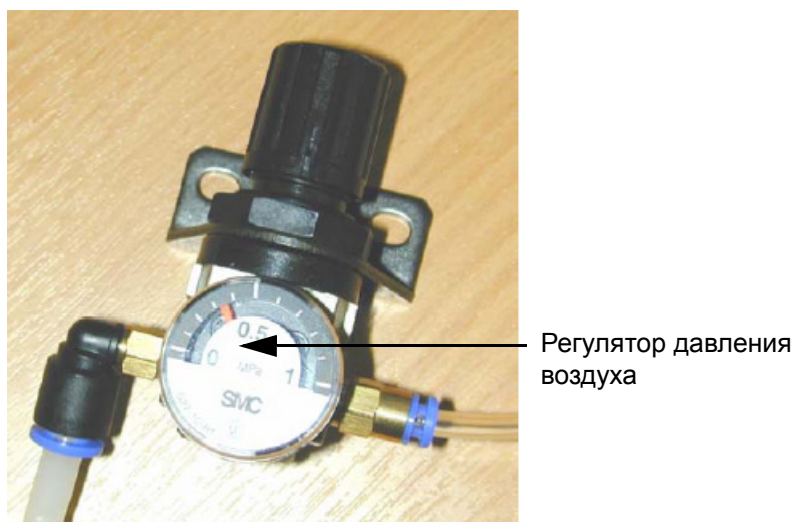

Рис. 3-1: Регулятор давления воздуха
- 1 Найдите регулятор давления воздуха (Рис. 3-1). Он находится рядом с печатающей головкой и подключен к ней воздухопроводной трубкой диаметром 4 мм.